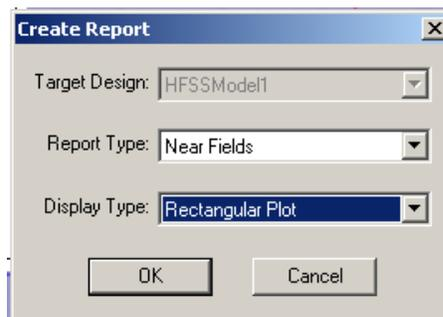
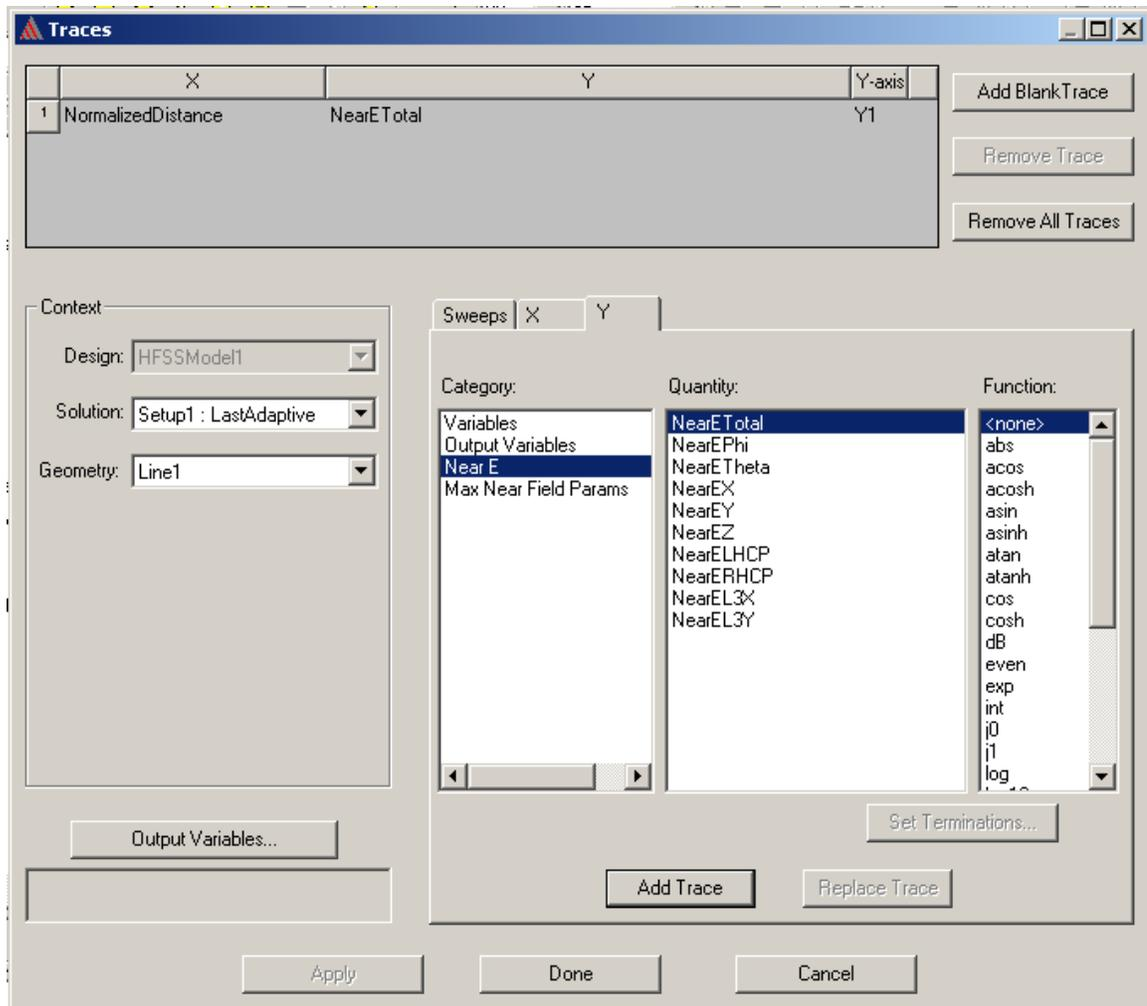

Рис. 9.16. Создание графиков ближнего поля
Рис. 9.17. Вывод параметров ближнего поля E
После того, как HFSS получил решение, все результаты для того решения доступны для анализа. Анализировать результаты решения можно, создавая двумерные или трехмерные графики, на которые выводятся соотношения между размерами или параметрами конструкции и соответствующими результатами расчета. Характеристики выводятся (рис. 9.16), используя диалоговое окно **Traces** (рис. 9.17).
6. В списке **Solution** (рис. 9.17), нажмите решение, содержащее данные, которых Вы хотите составить график.
2. В меню **Report2D** или **Report3D**, нажмите **Modify Report**. Появляется диалог выбора характеристик (рис. 9.17).